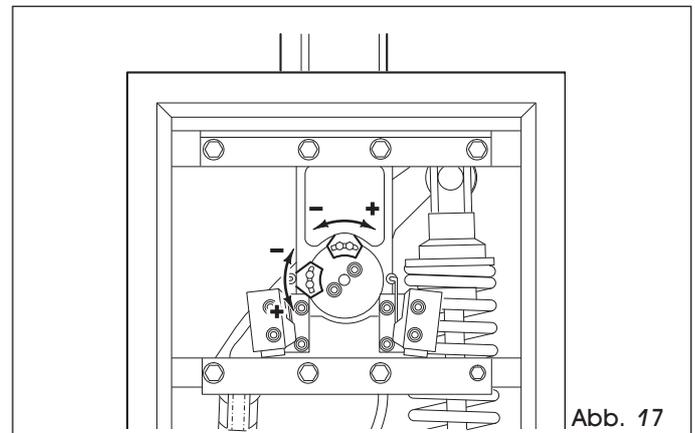

Abb. 17
- Den Nocken des Endanschlags durch Losdrehen der beiden Inbusschrauben gem. Abb. 17 einstellen. Für größere Bremswinkel den Nocken zum betreffenden Endanschlag nähern. Für kleinere Bremswinkel den Nocken vom betreffenden Endanschlag entfernen.